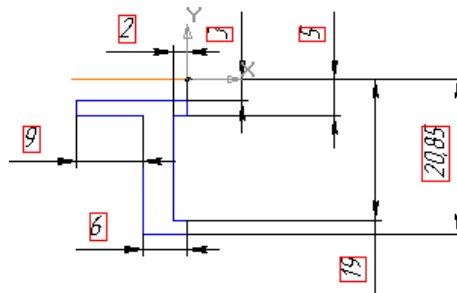

Рисунок 6.2 – Ескіз заготовки зубчастого колеса
2. Побудуйте ескіз згідно з рис. 6.2: